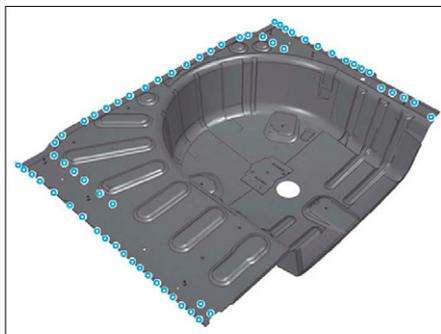

FIG. 204
- Tracer puis percer au Ø 6,5 mm pour un soudage ultérieur par points bouchons (Fig.204).